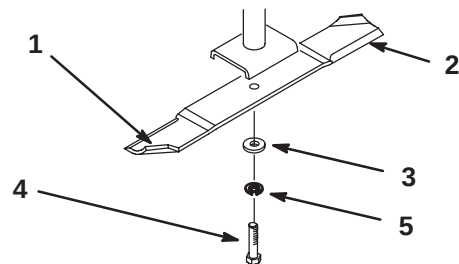
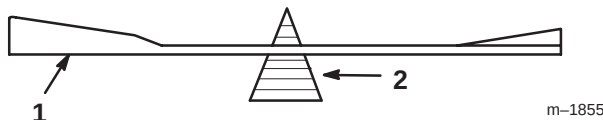

Figure 32
Figure 34
Tenez la lame à son extrémité avec un chiffon ou un gant épais. Enlevez de l'axe l'écrou de lame, la rondelle plate, la rondelle grower et la lame (Fig. 32).
2. Vérifiez l'équilibre de la lame en la plaçant sur un équilibreur (Fig. 34). Si la lame reste horizontale, elle est équilibrée et peut être utilisée. Si la lame est déséquilibrée, limez un peu l'extrémité de la partie incurvée seulement (Fig. 32). Vérifiez de nouveau et répétez la procédure jusqu'à ce que la lame soit équilibrée.
1. Placez la lame sur l'axe (Fig. 32).
2. Installez la rondelle plate, la rondelle-frein et le boulon de fixation de la lame (Fig. 32). Serrez le boulon à 115–150 Nm.